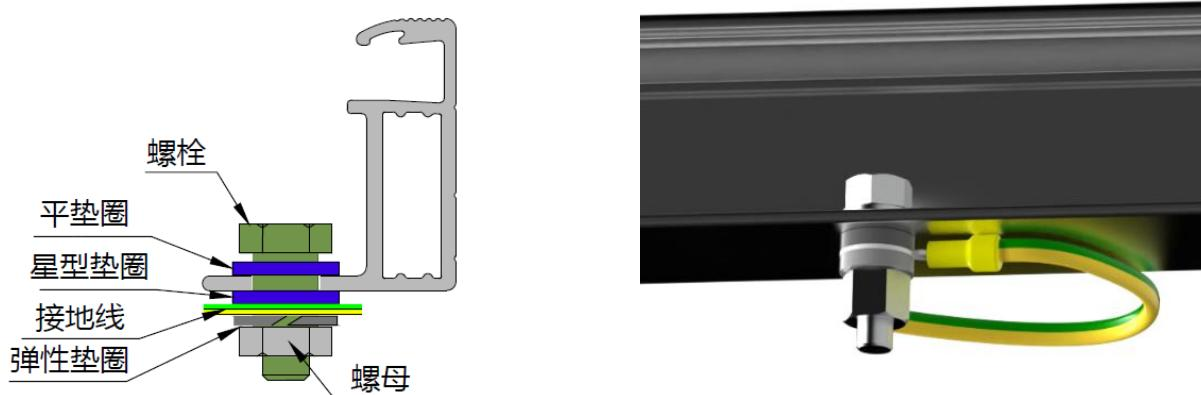

图 9 螺栓接地图
- 组件背面边框的长边靠边缘部有直径为 4mm 的接地孔；根据 IEC 61730-1:2023 标准，边框上的接地孔标有典型的接地符号 (⊥)。该孔只可用于接地，因此不能用于组件安装。这种方法包括螺栓、平垫圈、起始垫圈、垫圈和螺母，见图 9。安装接地时应拧紧螺栓，组件边框不得额外打孔；